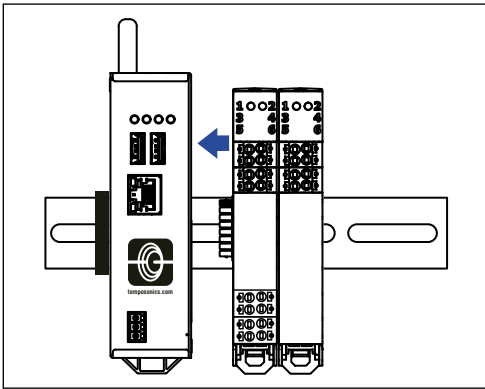

Abb. 7: Verschieben und Verbinden der Anschlussmodule an das Gateway
3. Schieben Sie die Anschlussmodule mit den Busverbindern gegen das Gateway (Abb. 7). Achten Sie darauf, dass die Busverbinder komplett in den Gegenstecker eingeschoben sind. Sichern Sie die Anschlussmodule gegen versehentliches Herausrutschen mit einer geeigneten Hutschiene-Klemme.